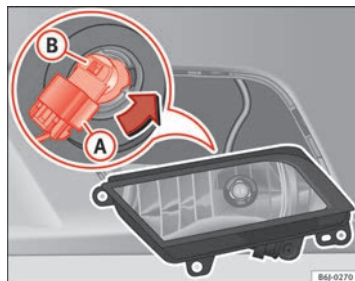

Fig. 150 Projecteur antibrouillard
- Retirez le connecteur ⇒ fig. 150 **(A)** de l'ampoule.
- Tournez le support d'ampoules → fig. 150 **B** vers la gauche puis tirez.